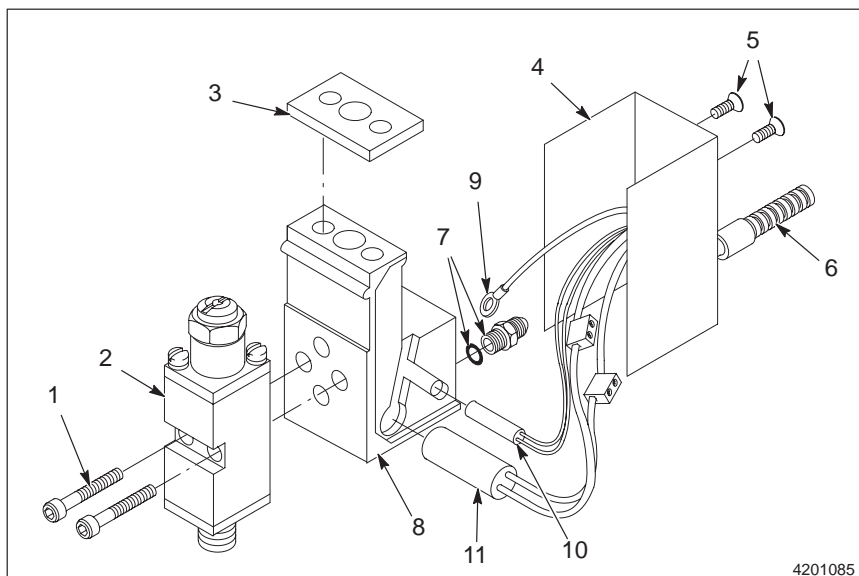

Fig. 6-8 Démontage type d'un pistolet H-200
1. Consulter la figure 6-8. A l'aide d'une clé hexagonale, enlever les deux vis à six pans creux (1) de l'avant du module (2), puis retirer le module du corps du pistolet (8).
2. Retirer les vis du capot recouvrant le corps du pistolet (5), puis mettre le capot à l'écart.
3. Déconnecter le fil de terre (9).
4. Retirer le thermostat ou la sonde RTD (10), suivant le cas, ainsi que la ou les résistance(s) chauffante(s) (11).
5. Le cas échéant, dévisser le cordon d'alimentation (6) sur le corps du pistolet. Le capot recouvrant le corps du pistolet et le cordon ne devraient jamais être totalement déconnectés du corps du pistolet.
6. Retirer le raccord reliant le pistolet au tuyau et le joint torique (7).